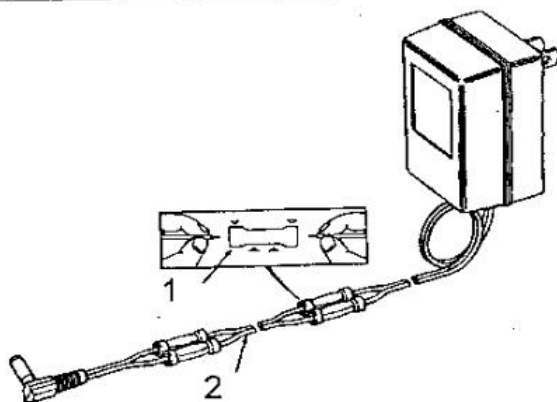

Рис. 7.
2. Вставить зачищенный конец в соединительную муфту и зажать его. Для большей надежности каждый провод зажимается дважды, как показано на рис. 7. Соединительные муфты и дополнительный шнур фирмой не поставляются. Их можно приобрести в магазинах электротоваров.
б) Аккуратно перевести ручку со стрелкой в направлении против часовой стрелки до середины позиции "Fast Rinse Regii" ("Быстрая промывка/наполнение") и задержать ее в этой позиции до тех пор, пока воздушный затвор не заполнится водой, и вода не потечет через рассольную линию в рассольный бак. Положение ручки следует сохранять в установленной позиции не менее 1-2 минут (рис. 7).